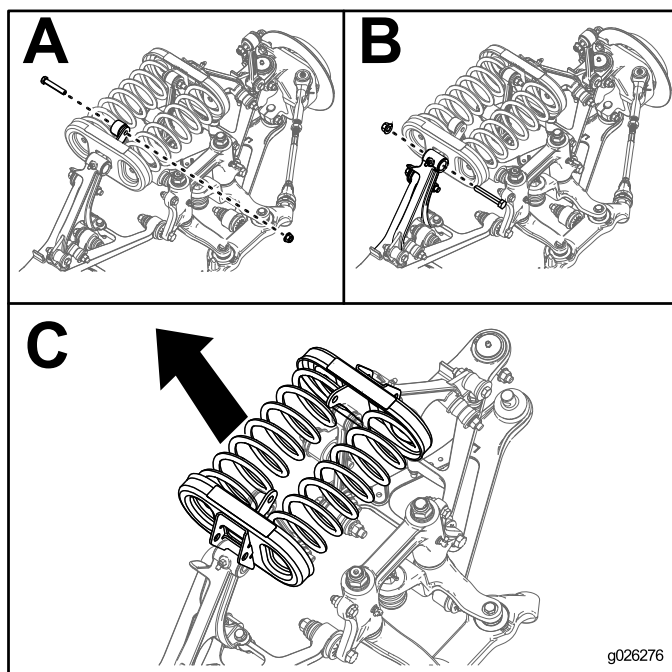

Figura 20
5. Rimuovete i bulloni e i dadi da ciascun'estremità di ogni collegamento di stabilizzazione, come illustrato in Figura 20; riquadro A.
6. Rimuovete i bulloni e i dadi dal braccio di comando che fissa ciascun supporto della molla, come illustrato in Figura 20; riquadro B.
7. Rimuovete i supporti delle molle e le molle dalla macchina, come illustrato in Figura 20; riquadro C.